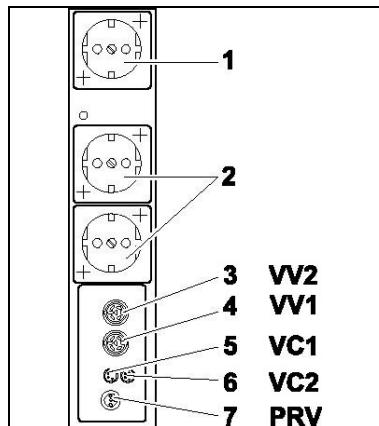

Fig. 10 : Raccordements unité centrale
1. À l'aide du câble fourni, relier le connecteur de signal du contrôleur de vide et le raccordement VC1 (fig. 10/5) de l'unité centrale.
2. En cas d'utilisation de deux contrôleurs de vide, relier le connecteur de signal du deuxième contrôleur de vide au raccordement VC2 (6) de l'unité centrale.
3. Enfoncer la fiche électrique du contrôleur de vide dans la prise (2) de l'unité centrale.
4. En cas d'utilisation de deux contrôleurs de vide, enfoncer les fiches électriques des vannes pour le vide dans les raccordements VV1 (4) et VV2 (3) de l'unité centrale.
5. Enfoncer la fiche de l'électrovanne de mise à l'atmosphère dans le raccordement PRV (7) de l'unité centrale.
6. Enfoncer la connexion secteur de la pompe dans la prise indiquée (1) de l'unité centrale.
2. Enfoncer la fiche de la vanne de liquide de refroidissement dans le connecteur VV1 (voir Fig. 10/4) du contrôleur de vide.